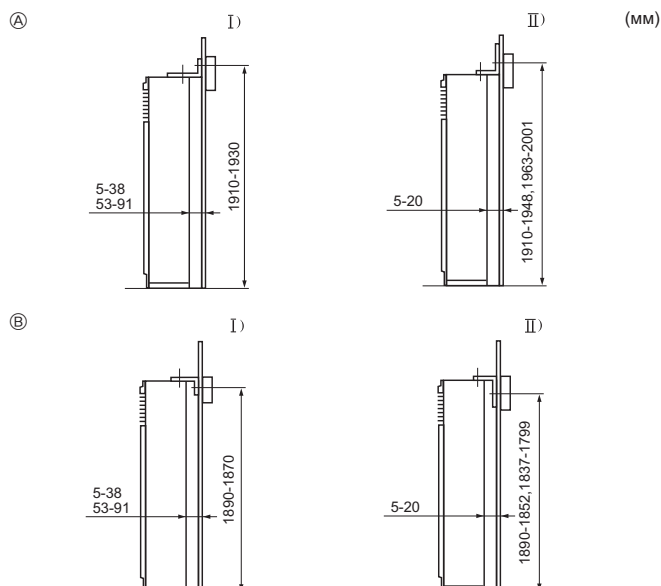

Fig. 3-3
- ① Крепежный кронштейн для предотвращения опрокидывания прибора
Крепежный кронштейн для предотвращения опрокидывания прибора ① устанавливается на верхней панели прибора. Снимите самонарезающие винты ②, и затем по-новому установите кронштейн, как показано на рисунке. Точные значения расстояний, соблюдение которых необходимо при установке, приводится, на Fig. 3-3.
- ⓔ Снимите винт ⑤ и потяните решетку на себя, чтобы снять ее.
3.3. Монтаж крепежного кронштейна для предотвращения опрокидывания прибора (Fig. 3-3)